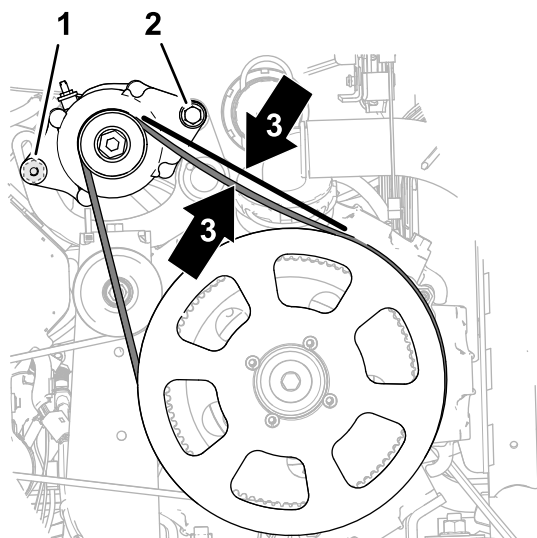

図 184
4. オルタネータ 図 184 をずらしてベルトに張りを出す オルタネータのプーリと駆動プーリ279mm との